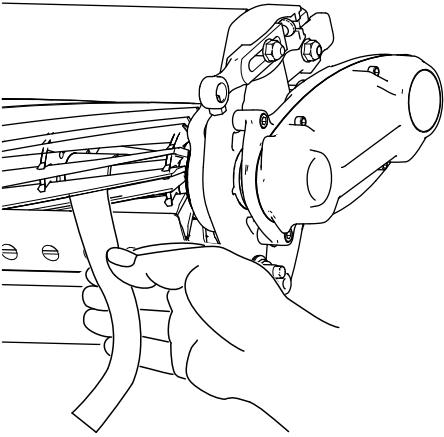

Рисунок 9
- B. Вставьте длинную полоску специальной бумаги Того (№ 125-5610 по каталогу Toro) между барабаном и неподвижным ножом перпендикулярно неподвижному ножу (Рисунок 9), затем **медленно** вращайте барабан вперед; при этом бумага должна разрезаться; в противном случае повторяйте пункты **A** и **B** до тех пор, пока бумага не начнет разрезаться.
11. Вставьте длинную полоску специальной бумаги Toro (№ 125-5610 по каталогу Toro) между барабаном и неподвижным ножом перпендикулярно неподвижному ножу (Рисунок 9), затем **медленно** поворачивайте барабан вперед; при этом бумага должна разрезаться; в противном случае поверните регулировочный винт неподвижного ножа по часовой стрелке на один щелчок и повторите действия, описанные в этом пункте; выполняйте эту процедуру до тех пор, пока бумага не начнет разрезаться.